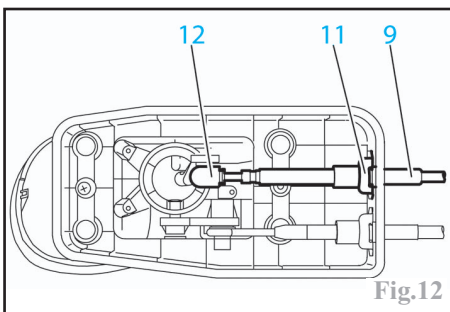

Fig.12
Désaccoupler la rotule (12) (Fig.12).